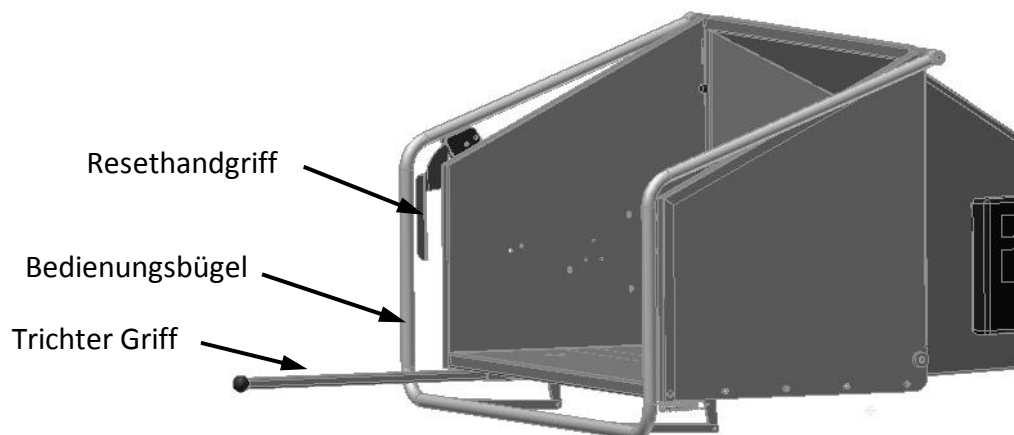

Abb. 10
- **BEI GEFAHR: SICHERHEITSBÜGEL IN NEUTRALE POSITION BRINGEN (Siehe Abb. 10)**
Der Holzhacker ist mit zwei hydraulischen Walzen, druckkompensiertem Durchflussventil, Steuerventil, Bedienungsbügel mit Reset-Handgriff und Trichter Griff (Abb. 10) ausgestattet. Einzugstrichter angelenkt ist.